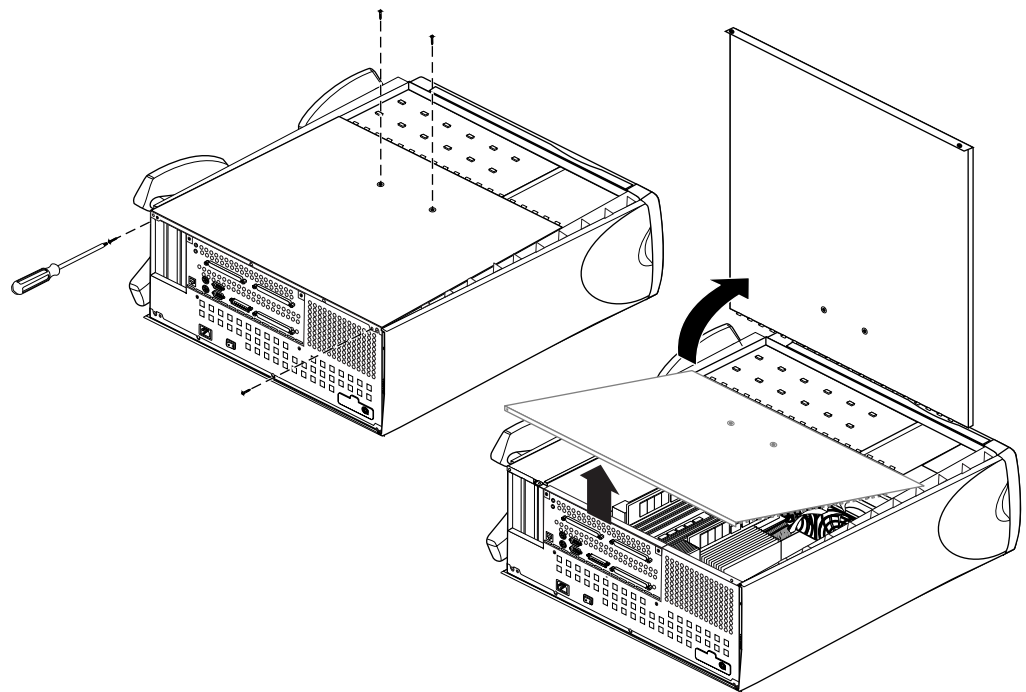

Figure 9-1 Retrait du panneau d'accès au châssis
5. Retirez le panneau d'accès au châssis, comme indiqué à la Figure 9-1.